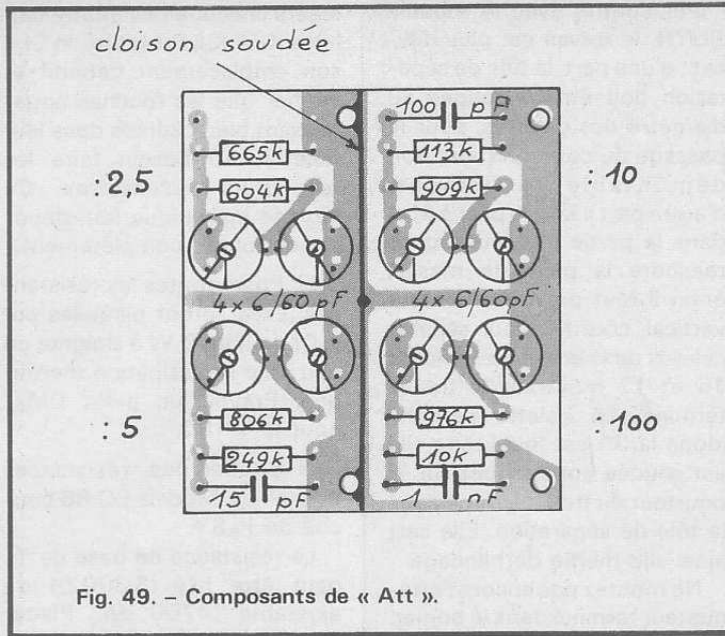

Fig. 49. - Composants de « Att ».
b) Poser les composants en suivant la figure 49. Eviter de « cuire » les résistances à 1%. Souder une cloison de tôle